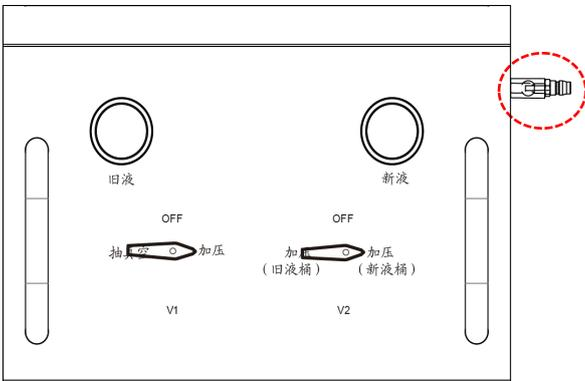
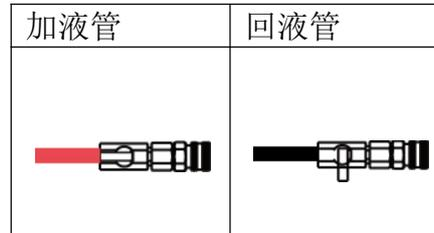

图 16
图 17
1. V1 向右旋转至“加压”，V2 向右旋转至“加压（新液桶）”;打开加液管手阀，排出新液（如图 16、图 17）”